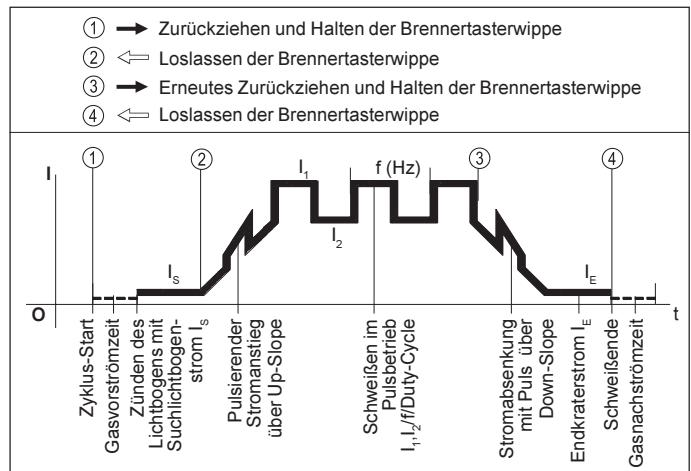

Abb. 12 Funktionsablauf im Pulsbetrieb mit TR 50mc (4-Takt)
- Die Pulsphase beginnt beim 4-Taktbetrieb im Up-Slope bereits nach dem Loslassen der Brennertaste. Wie aus Abb. 12 ersichtlich, wird in der Absenkphase gepulst.